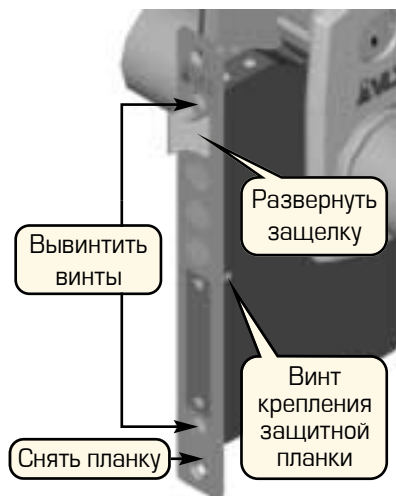

Рисунок 8 – Разворот защелки
1. При необходимости, для установки нужного положения защелки замка вывинтите два винта (рис.8), снимите планку замка и разверните защелку замка в нужном положении. Установите снятую планку замка на место, завинтите винты. **Для разворота защелки крышку замка снимать не требуется. Помните, что снятие крышки замка лишает гарантии.**